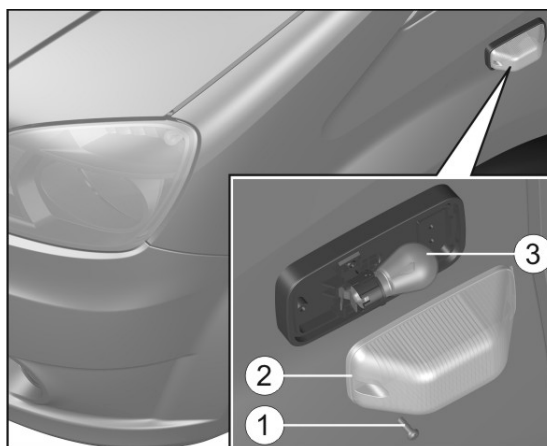

Рис. 7.13. Указатель поворота боковой: 1 – винт; 2 – рассеиватель; 3 - лампа
- отвернуть винт 1 (рис. 7.13) крепления рассеивателя и снять рассеиватель 2;